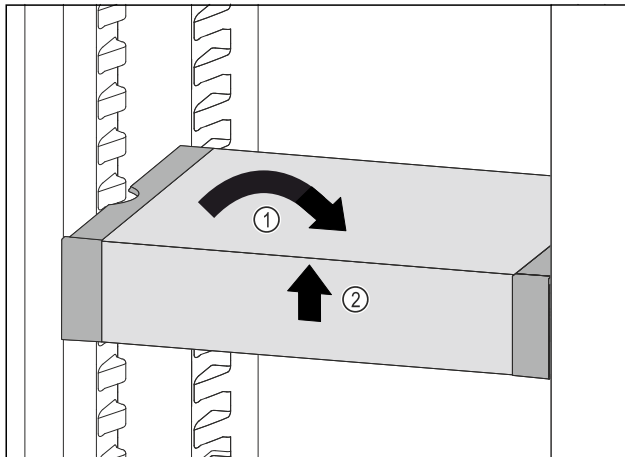

Fig. 102
- ▶ Изправете VarioSafe. *Fig. 102 (1)*
- ▶ Повдигнете VarioSafe отпред. *Fig. 102 (2)*